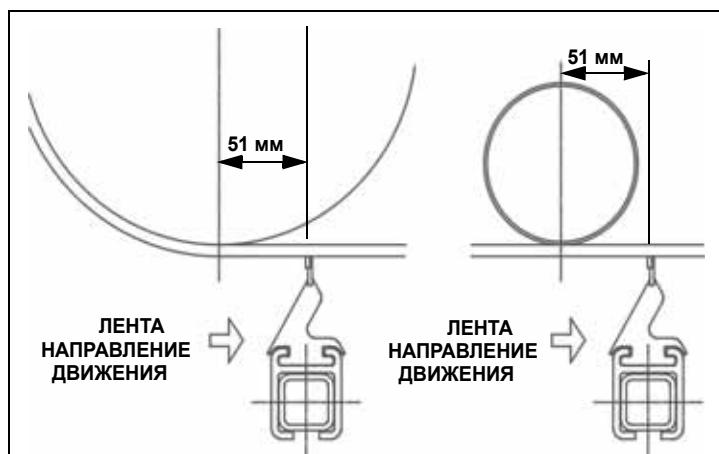

Рисунок 1: Правильное расположение скребка (1)
- На нижней ветви транспортера отметьте точку, где лента отходит от головного барабана. От этой точки в направлении движения ленты отмерьте 51 мм. Через отмеченную точку проведите линию перпендикулярно плоскости движения ленты. См. рис. 1 и 2.
За нажимным роликом в направлении подачи проведите линию вертикально по отношению к плоскости движения ленты на расстоянии 51 мм от центра роликов См. рис. 1 и 2.